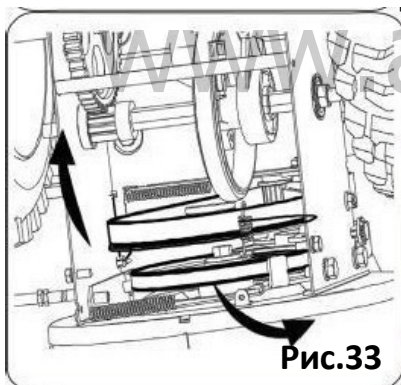

Рис.33
- Отцепите пружину опорного кронштейна от рамы см.рис.33.